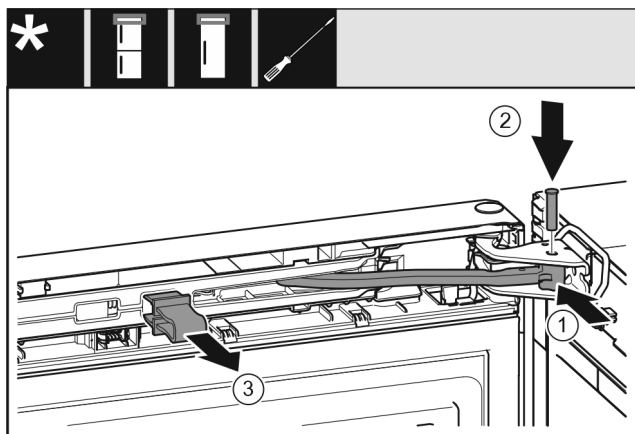

Fig. 45
- ▶ Ruotare il giunto *Fig. 45 (1)* nel blocco di supporto.
- ▶ Inserire il perno *Fig. 45 (2)* nel blocco di supporto e nel giunto. Assicurarsi che la camma di arresto sia posizionata correttamente nella scanalatura.
- ▶ Rimuovere il fusibile *Fig. 45 (3)*.